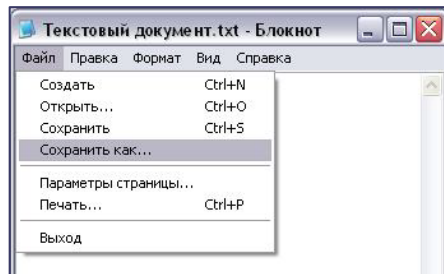

Рис. 7.11. Создание командного файла
- В меню *Файл* выберите пункт *Сохранить как* (Рис. 7.11).